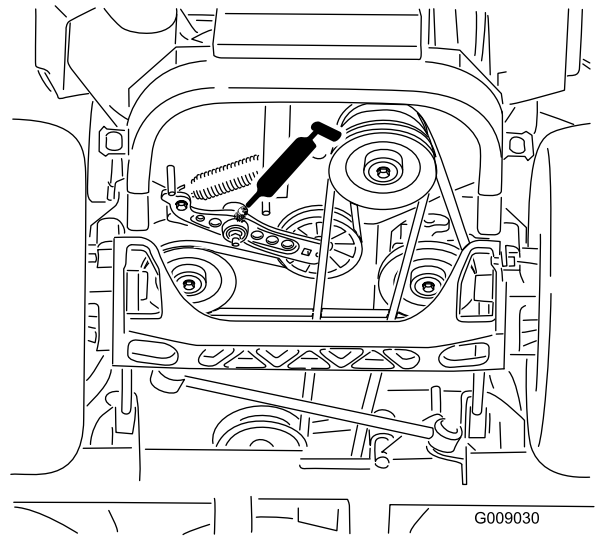

Figura 42
5. Engrase el brazo tensor de la correa de transmisión (Figura 42).